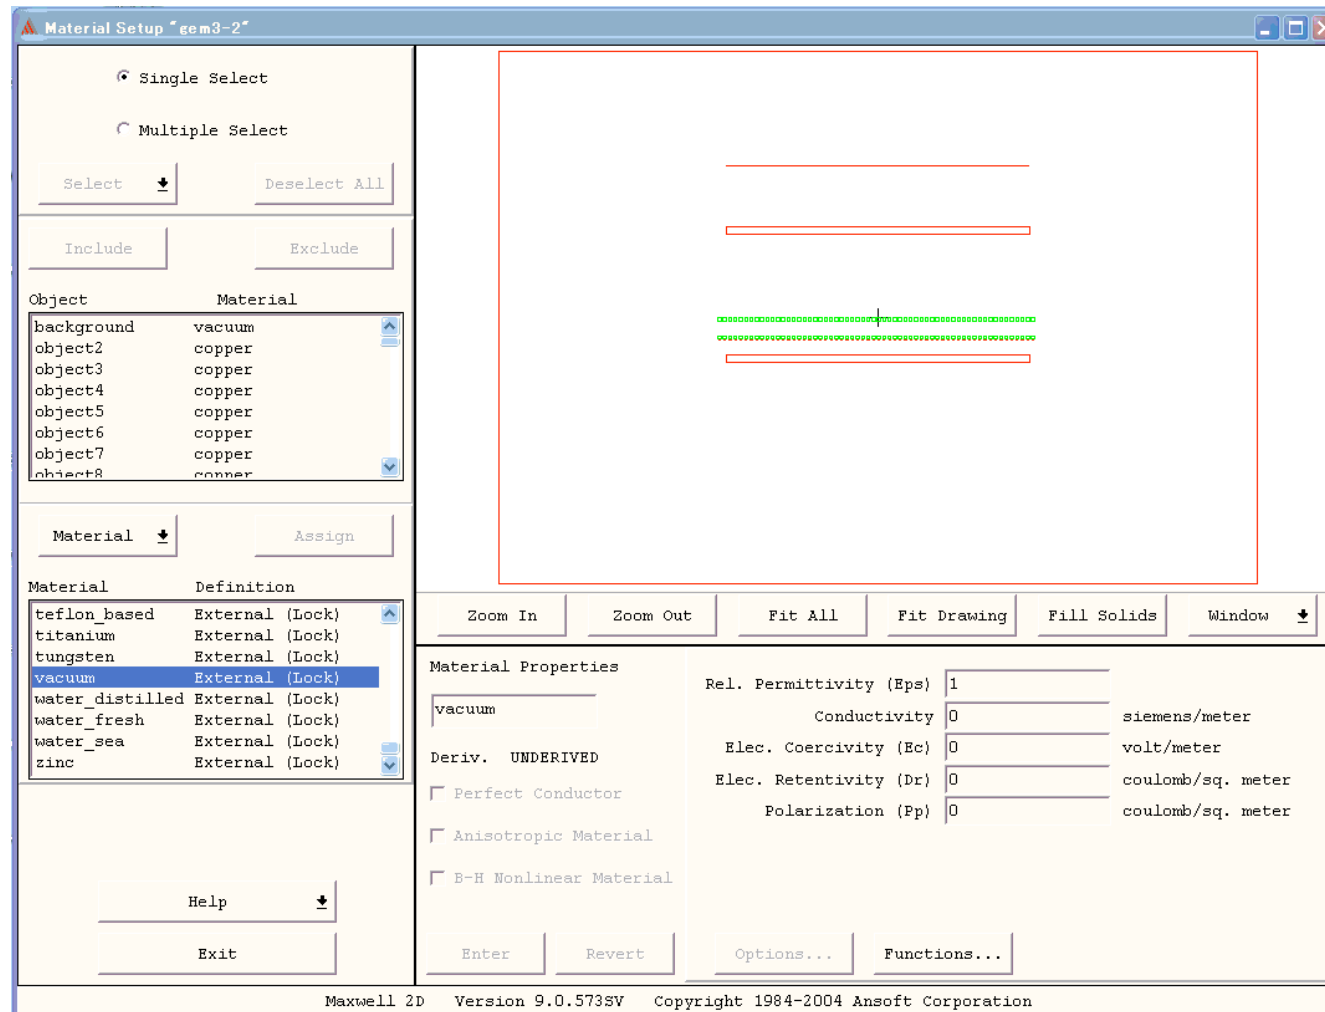

図5
2. Setup Materials...→window(図5)が開く、Exitで閉じる。